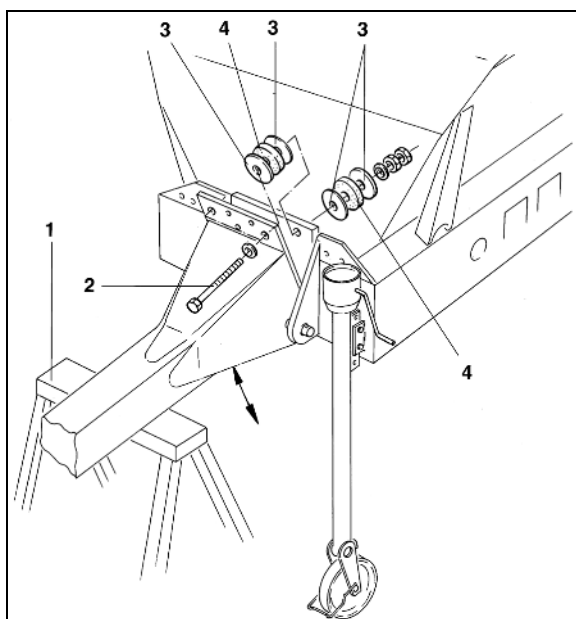

Рис. 50
2. Установите дышло на неподвижную опору (Рис. 50/1) и выверните оба крепёжных болта (Рис. 50/2).
3. Регулировать высоту дышла можно с помощью распорных шайб (Рис. 50/3) Убирать промежуточные элементы (Рис. 50/4) запрещается. Они гасят удары, передаваемые от трактора на распределитель.